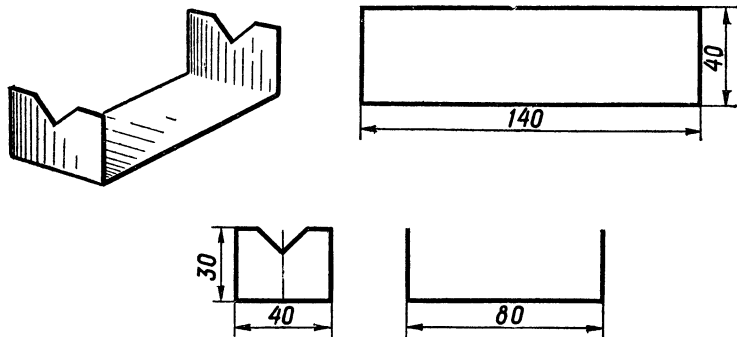

Рис. 61. Подставка для паяльника.
2. Сделайте подставку для паяльника (рис. 61).